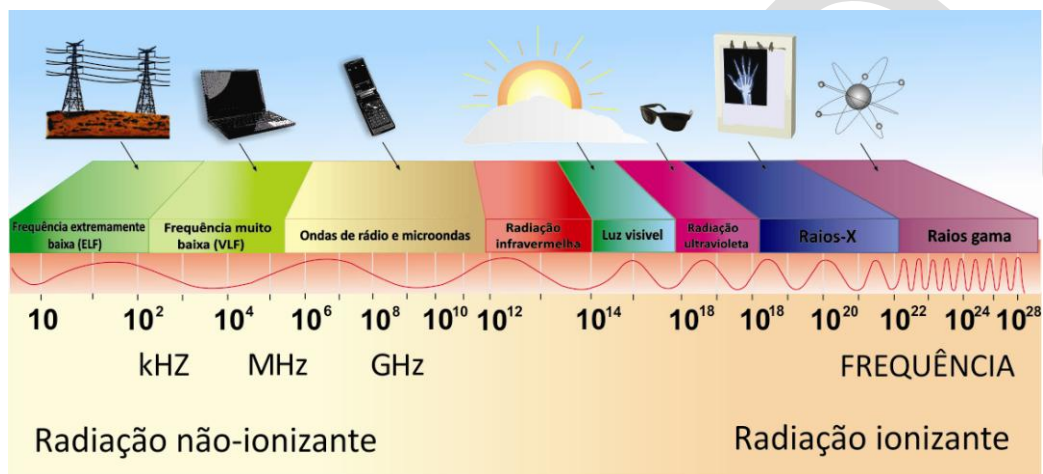

Figura 1. Imagem representativa do espectro eletromagnético com suas diferentes frequências e comprimentos de ondas.
O espectro eletromagnético vai de ondas longas (rádio) até ondas muito curtas (raios gama). Parte deste espectro se chama radiofrequência (RF) e se difere do restante pela capacidade de induzir movimento de partículas ionizadas. Esta característica é utilizada em transmissão de sinais (como rádio, televisão) e daí vem o nome radiofrequência (Figura 1).